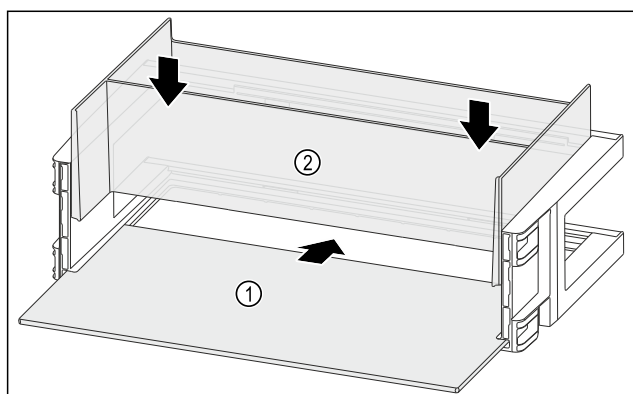

Fig. 145
- Inserire il ripiano Fig. 145 (1) negli incavi laterali.
- Inserire l'organizzatore Fig. 145 (2).